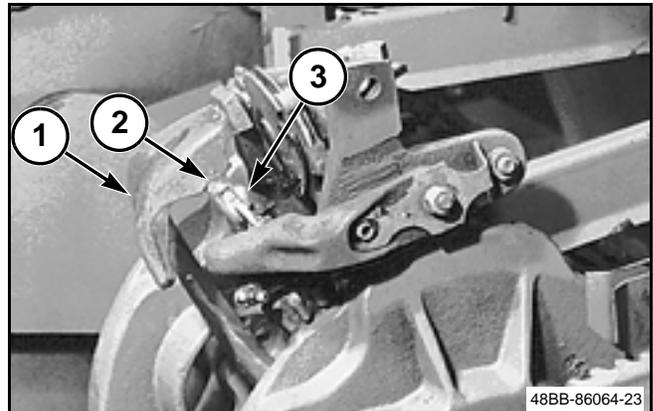

FIG. 58
FIGS. 58–59: Cuando se acciona el brazo separador (1), la muesca en forma de semicírculo en la pestaña del brazo separador (2) rozará contra el talón de la podadora (3). El brazo separador remueve los lazos de cordel de la podadora, mientras la lengüeta de la podadora sostiene lo dos extremos de cordel que forman el nudo. Si la muesca no roza contra el talón de la podadora, el lazo del cordel no será removido correctamente y se tendrá un nudo defectuoso.